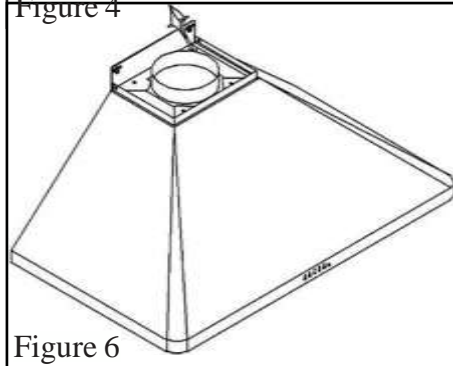

Figure 6
8. Connectez la hotte à une prise de courant désignée standard (120-Volt, 60 Hz, AC seulement) ou coupez la prise et connectez les trois fils (noir, blanc et vert) pour abriter les fils et marettes avec les connecteurs de fils. Connectez selon les couleurs (c.-à-d. noir à noir, blanc à blanc et vert à vert) comme montrées dans la Figure 6.